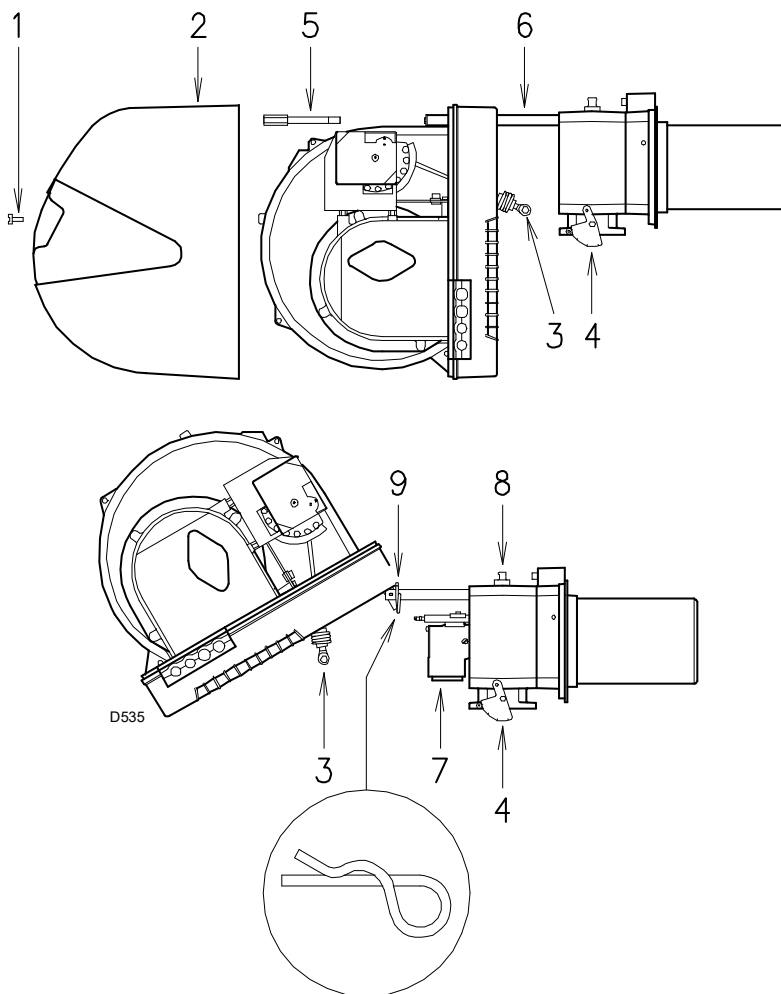

Fig. 33
- Aflojar el tornillo 1)(Fig. 33) y extraer la cubierta 2).
- Quitar el pasador 9)(Fig. 33) y empujar el quemador hasta que esté a unos 100 mm del manguito.